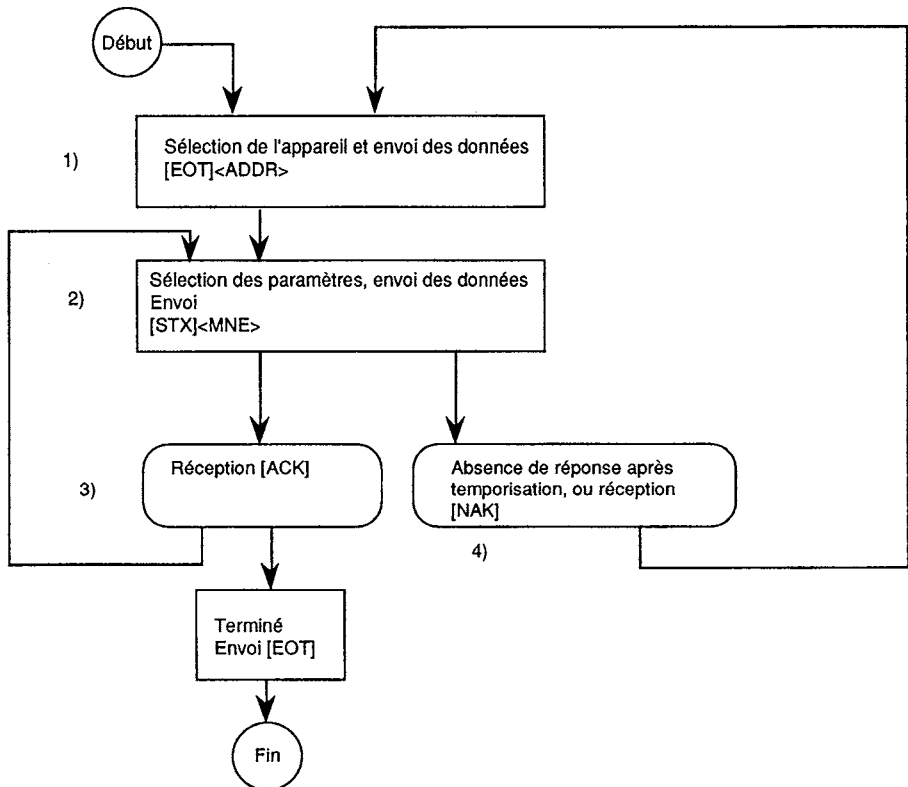

Figure 3 : écriture de données dans un appareil de la série 900 HP
La figure 3 montre la séquence d'écriture de données dans le 900 HP.
où (GID) désigne le numéro de groupe et (UID) le numéro d'unité (cf. Adresse). Cette séquence sélectionne l'appareil parmi tous les autres du réseau (étape 1 de la figure 3, <ADDR> est la séquence (GID) (GID) (UID) (UID)).
- le 900 HP vérifie que les caractères de commande (C1) (C2) ou (CN) (C1) (C2) sont un mnémonique valable dans lequel on peut écrire ; dans l'affirmative...
- le 900 HP envoie [ACK] comme réponse (étape 2 de la figure 3).
En cas d'échec d'une des étapes ci-dessus, le 900 HP renvoie [NAK] (étape 4 de la figure 3).
Lorsque [ACK] est reçu, les données ont été correctement écrites. Pour envoyer des données supplémentaires à un autre paramètre (ou au même), on peut envoyer un autre message de données (étape 2 de la figure 3).
Pour mettre fin à la connexion, il faut envoyer [EOT] au 900 HP (étape 5 de la figure 3).